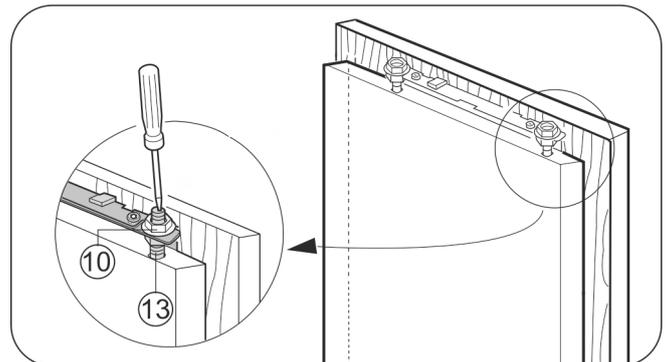

Fig. 30
- ▶ Serrer les contre-écrous Fig. 30 (10) avec une clé à six pans de 13, en maintenant les écrous de réglage Fig. 30 (13) avec un tournevis.